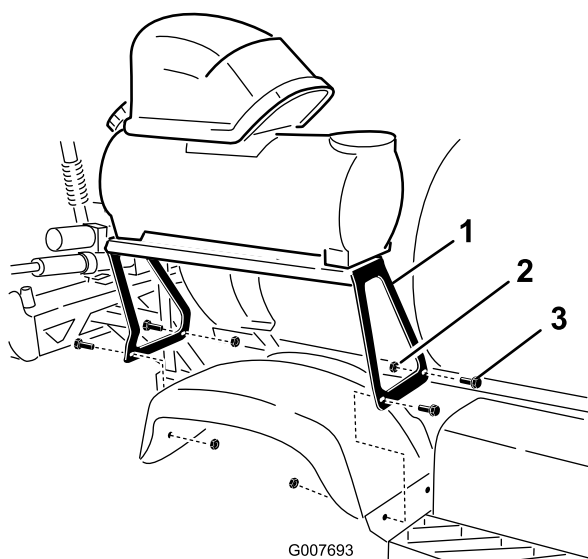

Figura 5
3. Instale o suporte nos furos no guarda-lamas traseiro direito utilizando 4 parafusos de carroçaria (5/16 1-1/4 pol.) e 4 porcas de bloqueio (5/16 polegada) como se mostra em Figura 5.